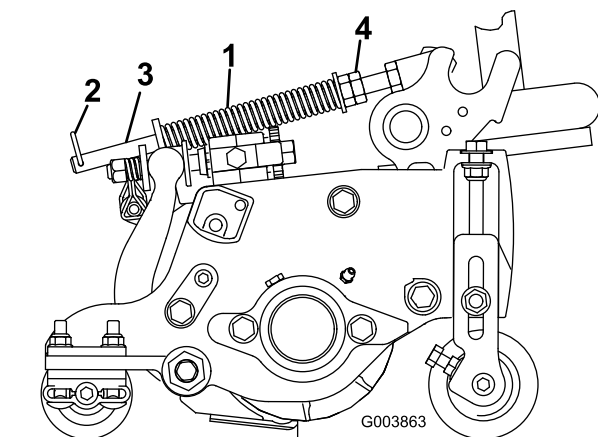

Figura 16
A mola de compensação de relva (Figura 16) transfere o peso do rolo dianteiro para o rolo traseiro. Isto ajuda a reduzir o efeito ondulado na relva, também conhecido como ondulação ou “bobbing”.
1. Certifique-se de que o contrapino do gancho está instalado no orifício traseiro na haste da mola (Figura 16).
2. Aperte as porcas sextavadas na extremidade dianteira da haste da mola até que o comprimento comprimido da mola seja 12,7 cm nas unidades de corte de 12,7 cm, ou 15,9 cm nas unidades de corte de 17,8 cm (Figura 16).